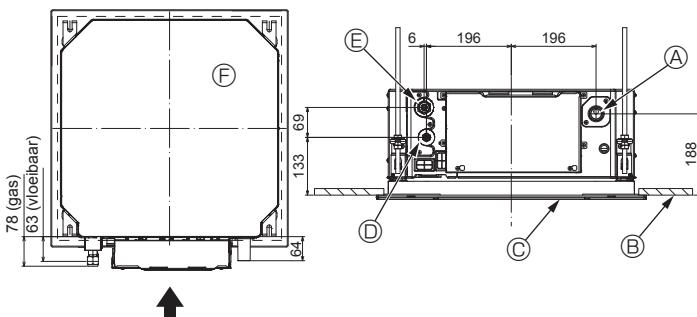

Fig. 3-1
3.1. Posities van koel- en afvoerleidingen van binnenunit (Fig. 3-1)